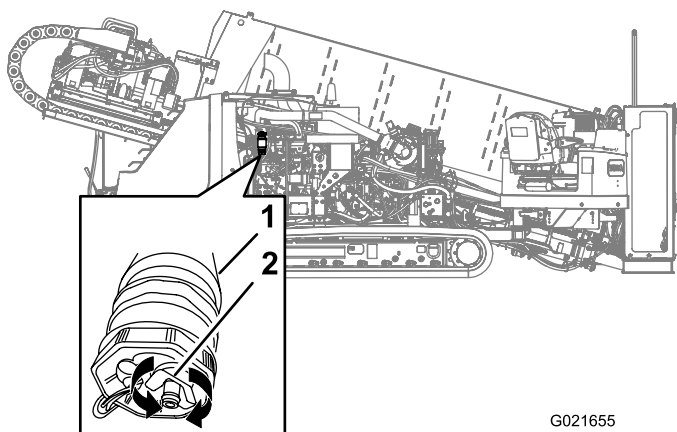

Bild 127
3. Stellen Sie eine Auffangwanne unter den sekundären Kraftstofffilter (Bild 127).
4. Drehen Sie das Abflussventil unten am sekundären Kraftstofffilter zwei oder drei Umdrehungen nach links und lassen Sie Wasser und Ablagerungen aus dem Kraftstofffilter ablaufen (**Bild 127**).